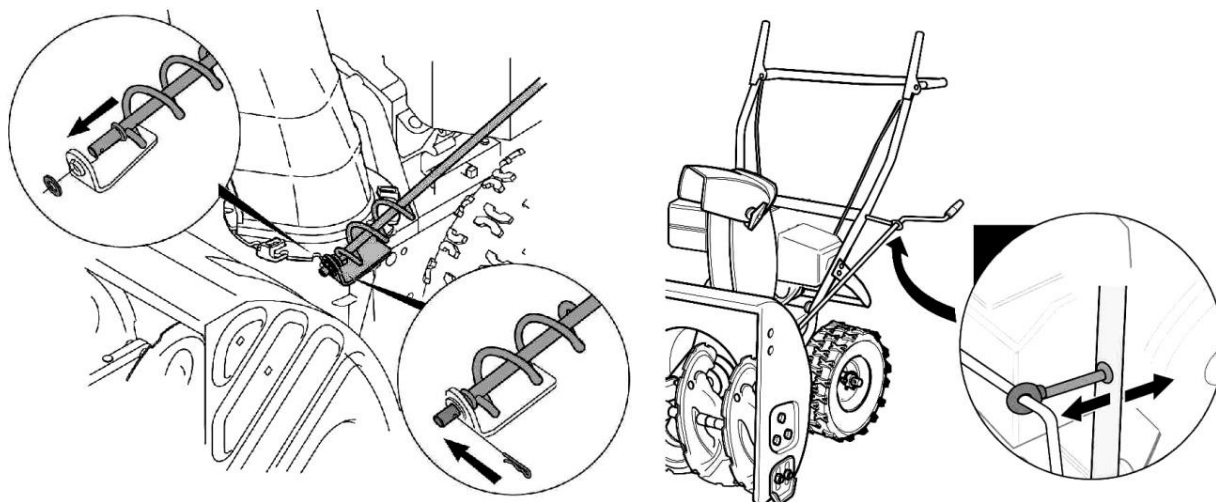

Рис. 4
- Совместите витки спирали рукоятки поворота снегоотвода (См. Рис.4) с прорезями фланца желоба.
- Установить плоскую шайбу на конец рукоятки и закрепите при помощи шплинта (См. Рис.4).
- Установите анкерный болт в отверстие на руле управления снегоуборщика для поддержки поворотной рукоятки (См. Рис.4).